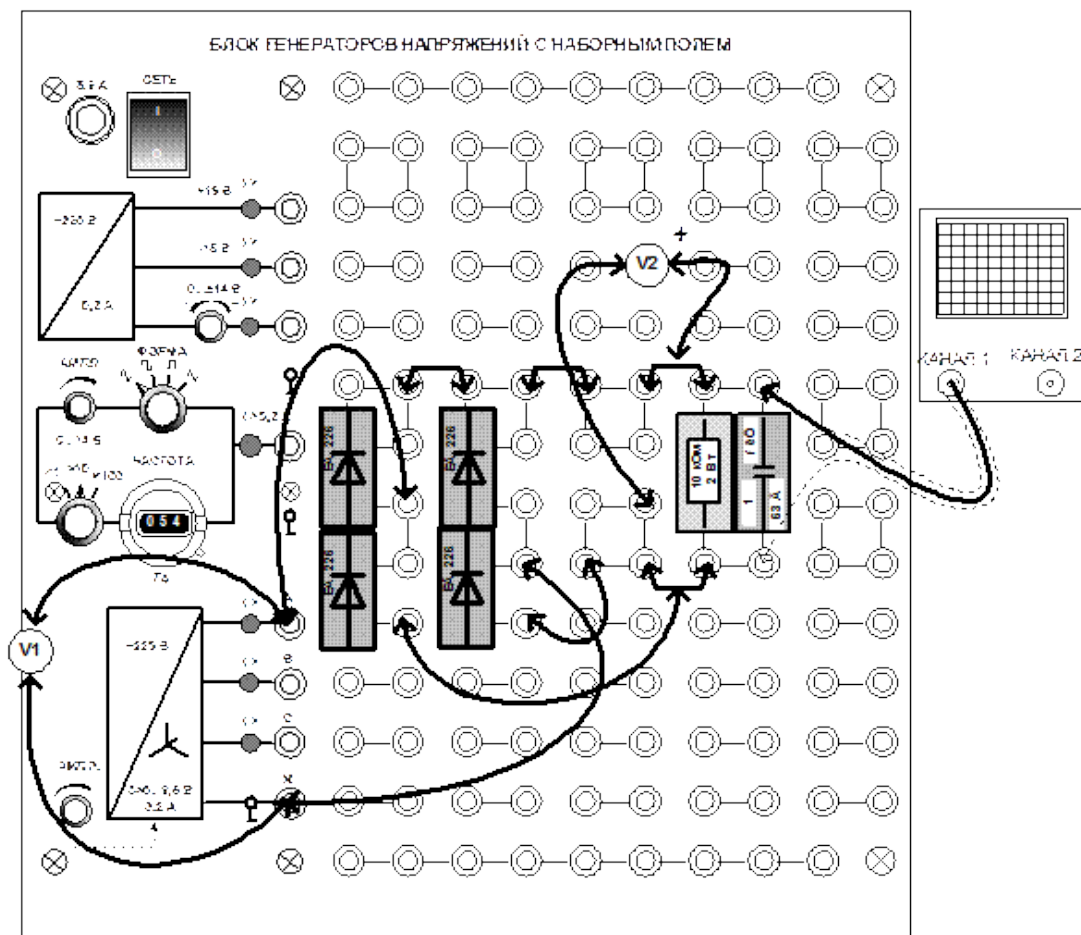

Рис.15.5
1. Соберите цепь двухполупериодного мостового выпрямителя согласно монтажной схеме рис. 15.5, повторите все измерения и вычисления. Результаты сведите в табл. 15.2.